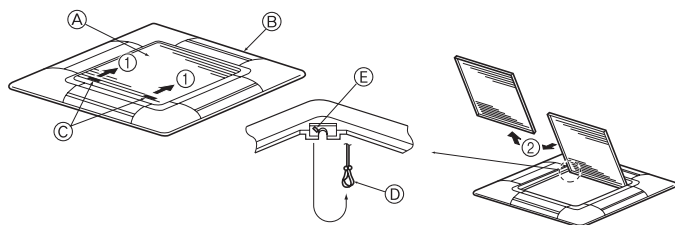
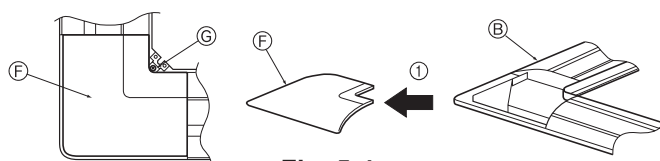

Fig. 5-3
Fig. 5-4
5.2.1. Extracción de la rejilla de admisión (Fig. 5-3)
- Deslice las palancas en la dirección indicada mediante la flecha ① para abrir la rejilla de admisión.
- Con la rejilla de admisión en posición "abierta", extraiga la bisagra de la rejilla de admisión de la rejilla tal y como se indica mediante la flecha ②.
5.2.2. Extracción del panel angular (Fig. 5-4)
- Extraiga el tornillo de la esquina del panel angular. Deslice los paneles angulares indicados por la flecha ① para extraer este panel.